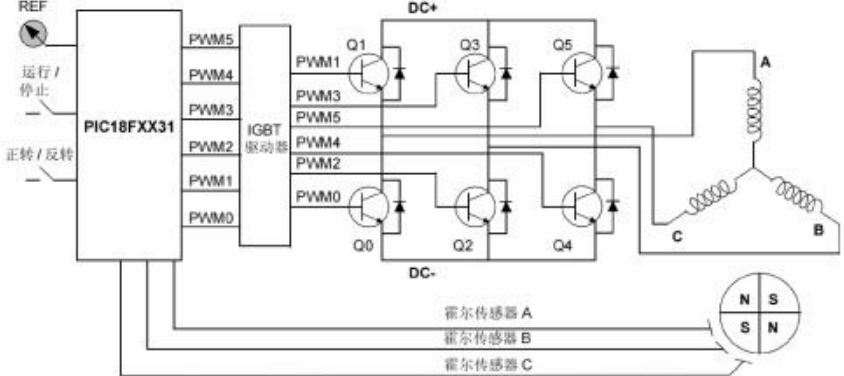

图 10 控制电路框图
7. 基于 PIC18F 的控制电路框图(见附图 10 所示)